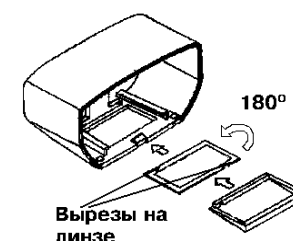

Рис. 5
- **(ВНИМАНИЕ!)** выдвинуть линзу, повернуть ее на  $180^\circ$  (рис.5), установить в крышку так, чтобы одинарный вырез был направлен внутрь корпуса, гладкая сторона линзы должна быть направлена наружу;